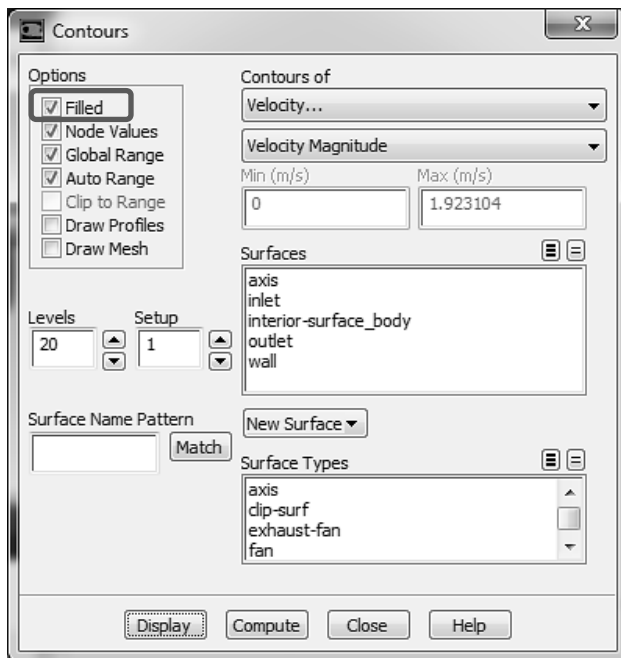

Рис. 1.64
- 6) Поле модуля скорости можно представить в виде зон, в которых пространство между изолиниями окрашено в определенный цвет, соответствующий значению модулю скорости, указанному на шкале, расположенной в левой части графического окна. Для этого в окне Contours в разделе Options следует установить галочку рядом с Filled и нажать на кнопку Display, рис. 1.64. В графическом окне появится окрашенное поле контуров модуля скорости, рис. 1.65.